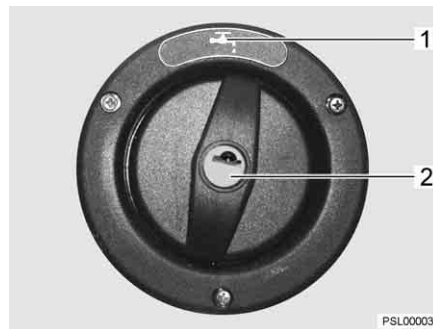

Bild 49 Verschlussdeckel für Trinkwasser-Einfüllstutzen
- ▷ Der Trinkwasser-Einfüllstutzen ist mit dem Symbol "☕" (Bild 49,1) gekennzeichnet.
- Schlüssel in Schließzylinder (Bild 49,2) stecken und entgegen dem Uhrzeigersinn drehen.